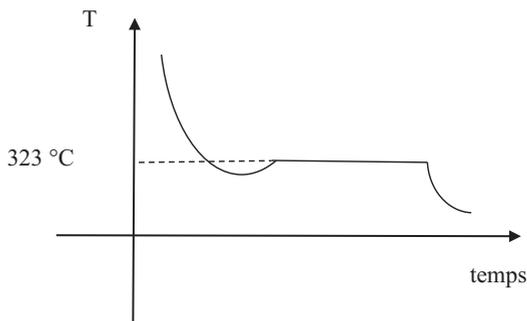

Figure 7 - Courbe de solidification du plomb
- Q48.** En utilisant la courbe (1), montrer que la cristallisation sera d'autant plus facile que la température  $T$  est inférieure à  $T_f$  (situation dite de « surfusion »). Commenter la courbe de solidification du plomb de la **figure 7**.